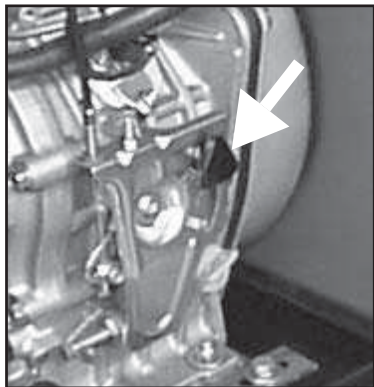

Fig. 7
2) Versjon Motor Yanmar: still gasskontrollen som sitter på motoren (se fig. 7) i høy posisjon; vent til motoren er helt slått av; still nøkkelen i posisjon "OFF".